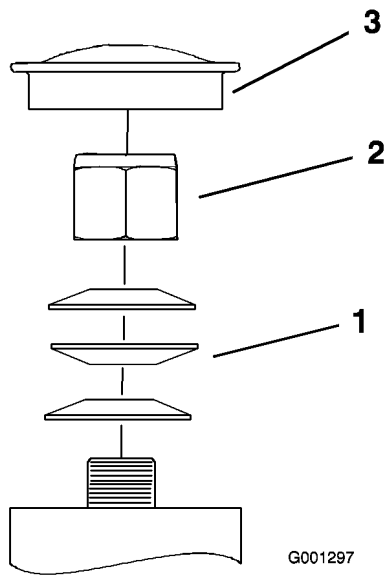

Figura 47
3. Retire el tapón anti-polvo de la rueda giratoria y apriete la contratuercas (Figura 47).
4. Apriete la contratuercas hasta que las arandelas de muelle estén planas, luego afloje 1/4 de vuelta para establecer la pre-carga correcta de los cojinetes (Figura 47).
Importante: Asegúrese de que las arandelas de muelle están correctamente instaladas, según muestra Figura 47.
5. Coloque el tapón anti-polvo (Figura 47).